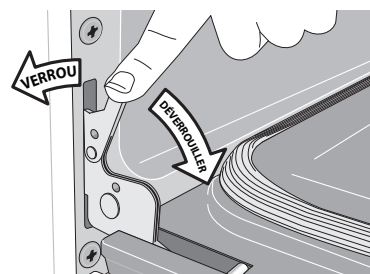

Figure 19 : Verrous des charnières de porte
2. Tirer les verrous des charnières de gauche et de droite complètement vers le bas du cadre de four, vers la porte du four (voir Figure 19). Il peut être nécessaire d'utiliser un tournevis plat.
4. Pousser les verrous de charnière vers le haut et de part et d'autre du cadre de four à la position de verrouillage (voir Figure 19).